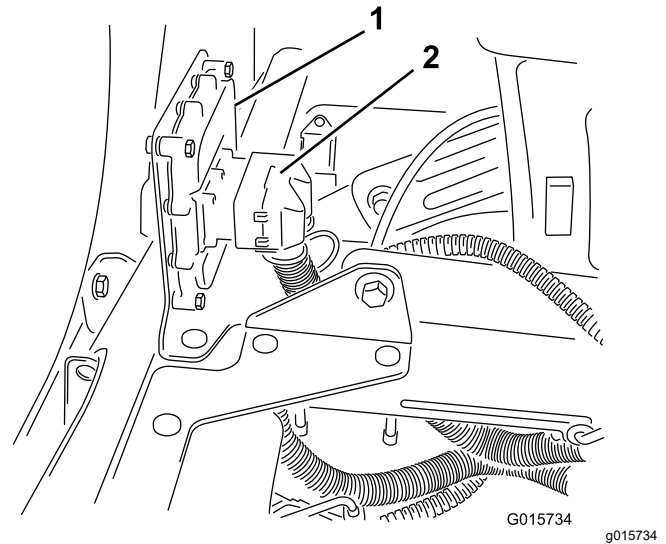

Figura 20
2. Conecte el conector hembra de 50 vías del arnés de cables para el brazo Sonic Boom al conector de 50 pines del controlador electrónico y fije los conectores con el tornillo de cabeza allen (Figura 20).